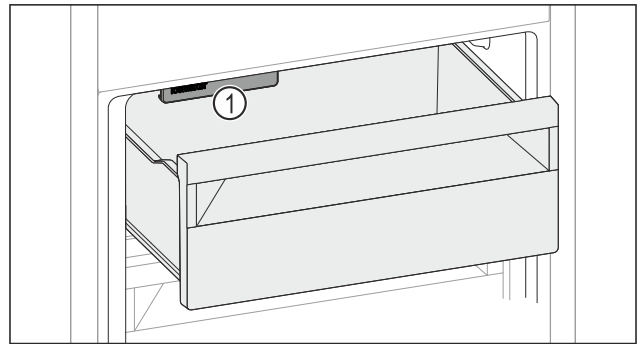

Fig. 56
- ▶ Внимавайте за IceMaker Fig. 56 (1).